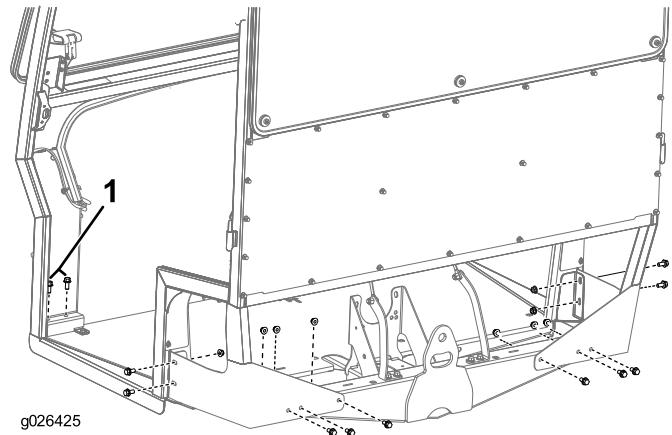

图5
2. 如图5 所示，使用 10 个螺栓 (3/8 x 3/4 英寸)、10 个螺母 (3/8 英寸) 和 4 个螺栓 (3/8 x 7/8 英寸)，将机架固定到机器上。